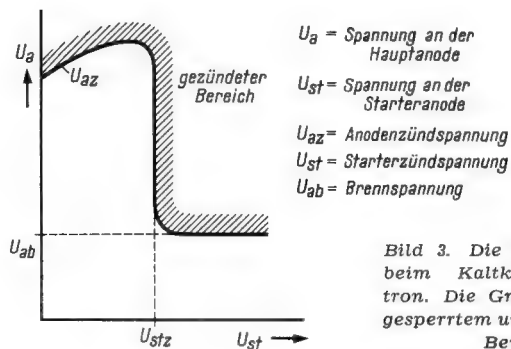

Bild 3. Die Zündkennlinie beim Kaltkathoden-Thyratron. Die Grenze zwischen gesperrtem und gezündetem Bereich
a) Die Zündkennlinie (Bild 3)
Der gezündete Bereich ist in Bild 3 schraffiert angedeutet. Er liegt oberhalb $U_a = U_{az}$ und rechts von $U_{st} = U_{stz}$.